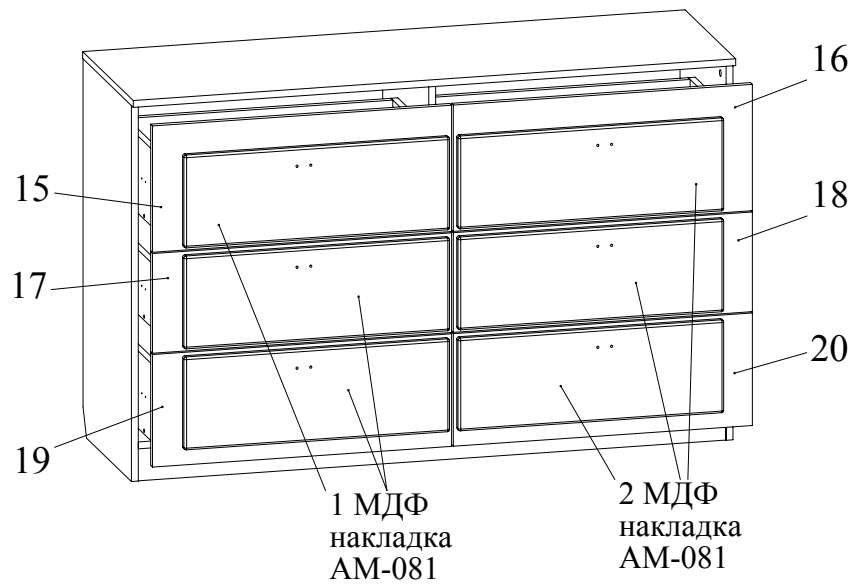

Рис.13
- Установить ящики на направляющие (Рис. 13).